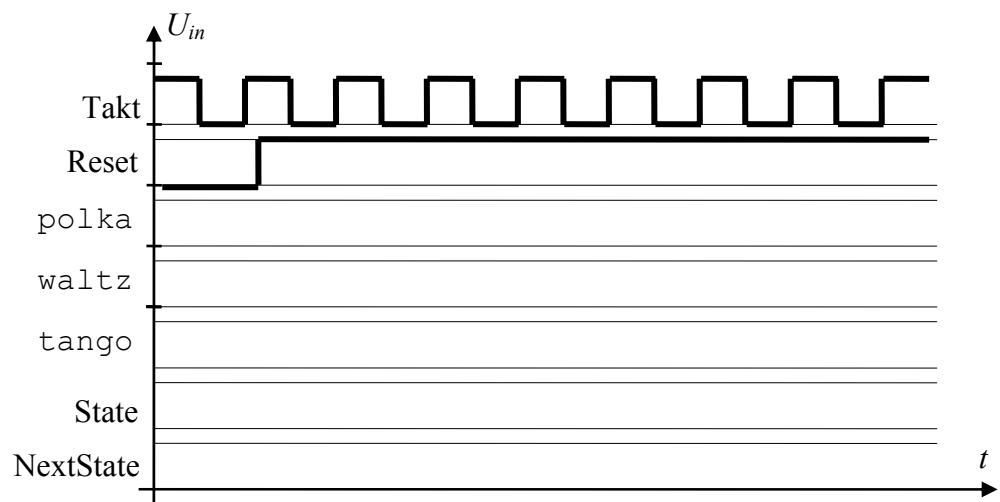

Abbildung 4.1
- (e) Tragen Sie den Ablauf der Zustände (State plus zugehöriger Next-State) in Abbildung 4.1 ein! Ergänzen Sie weiters den Zeitverlauf von polka, waltz und tango !